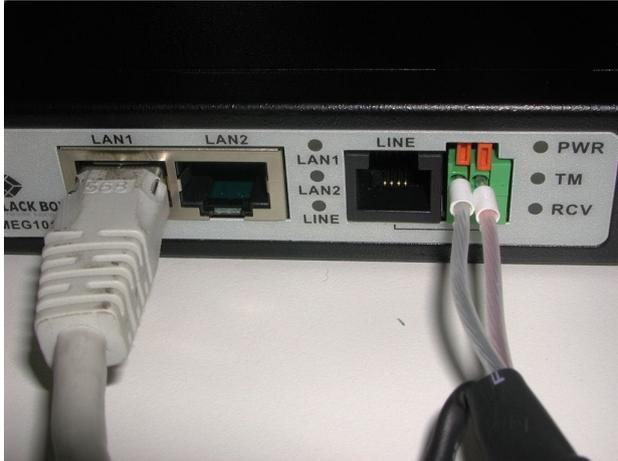

Abbildung 15 DSL Verbindung.
- Datenkabel (RS 485): A (-) Leiter: gelb; B (+) Leiter: grün; RS485 - GND: weiß & braun; Schirmung bei Bedarf: (siehe Abbildung 15); Standardlänge 10 m.